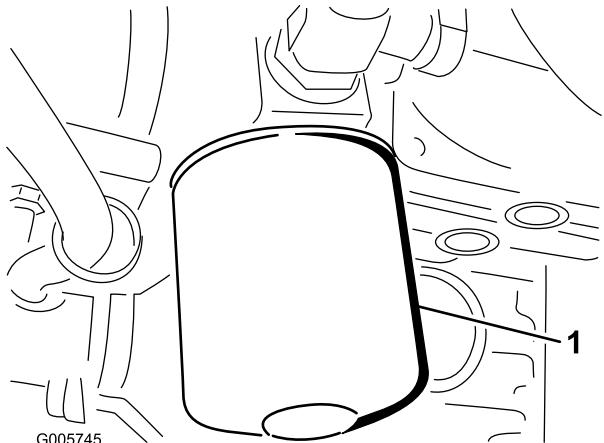

Bild 76
1. Reinigen Sie den Bereich um den Hydraulikölfilter. Nehmen Sie den Filter von der Fassung ab (Bild 76) und reinigen Sie die Filterbefestigungsfläche.